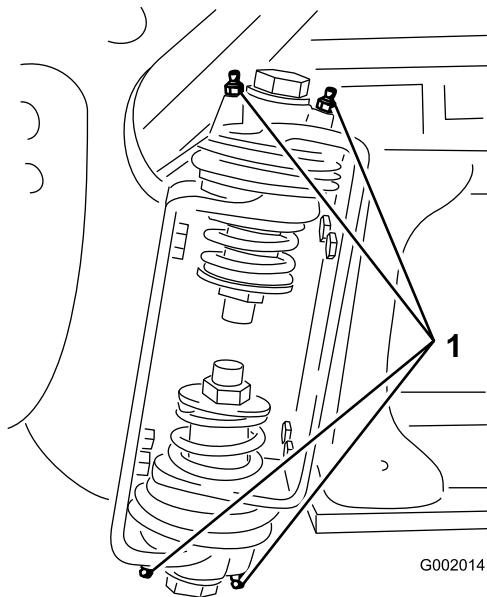

Figura 103
2. Bombee grasa en el cojinete o casquillo de cada punto de engrase Figura 103.